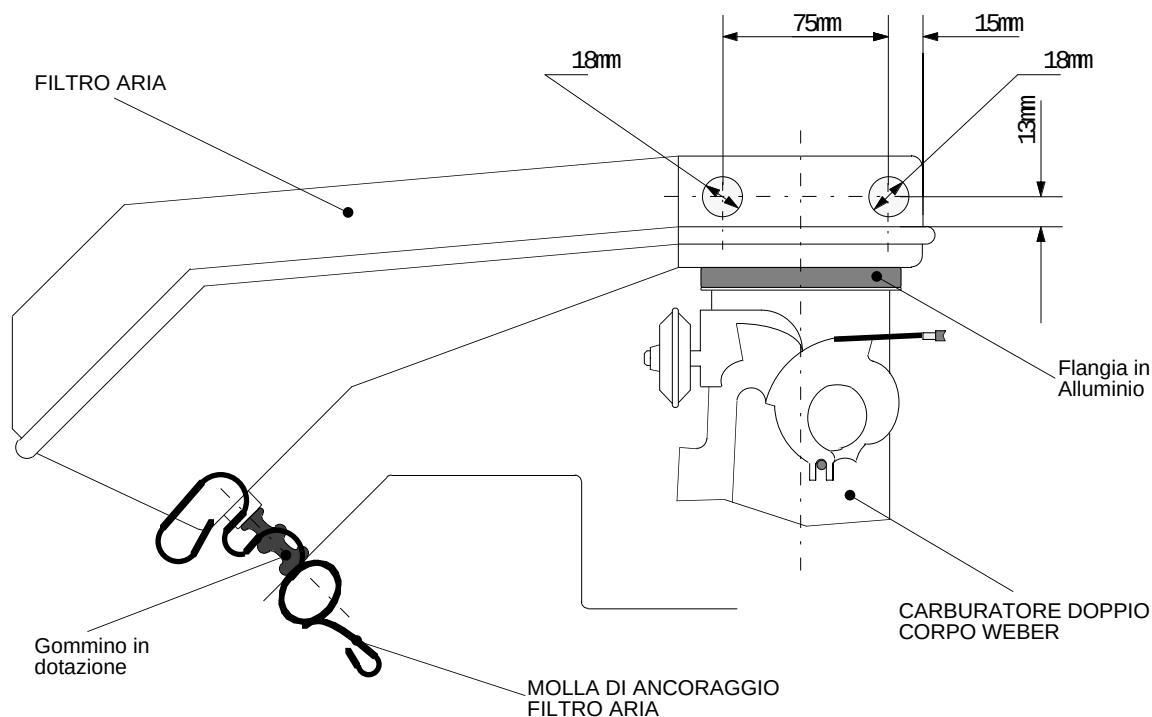

Figura 3
- 9) Prima di rimontare il filtro aria, praticare due fori per il passaggio dei tubi del gas seguendo le indicazioni di figura 3.
- 11) A questo punto si può riporre il filtro aria su carburatore, sostituendo i gommini di sostegno originali con quelli in dotazione (figura 3).